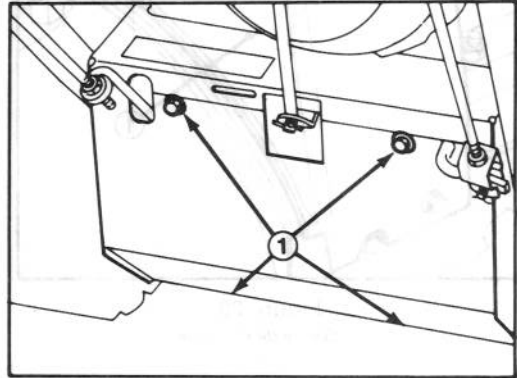

Figure 28
1. Enlevez les quatre vis à tête qui fixent la garde inférieure au châssis. Enlevez la garde (Fig. 28).